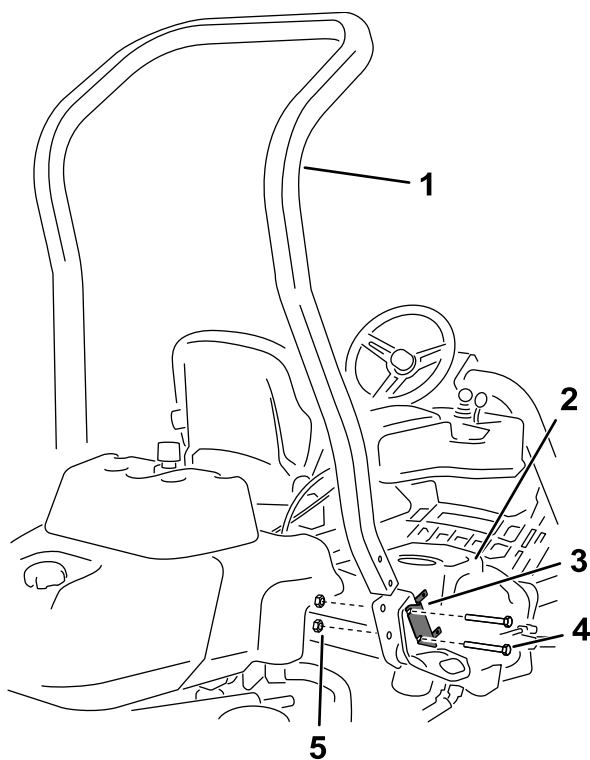

図3
4. 図3に示すように、ヒューズブロックブラケットをROPSブラケットに固定しているボルト2本を外す。